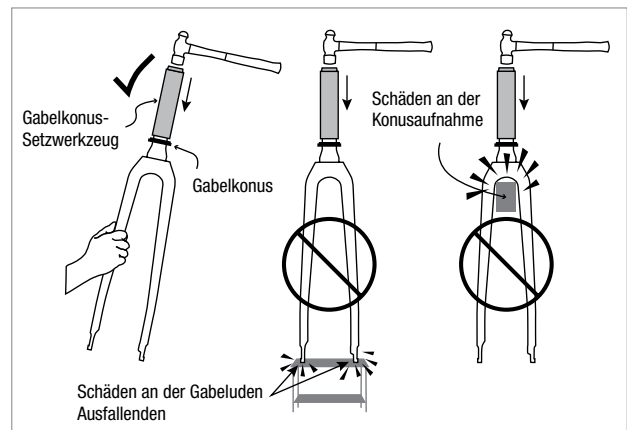
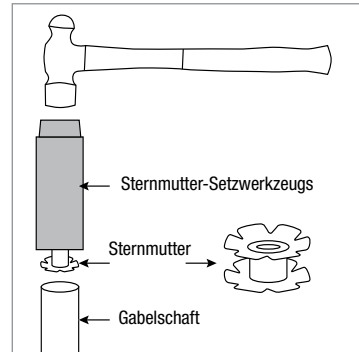

Abbildung 1
Abbildung 7
- ▲ WARNUNG:** Stellen Sie die Gabel nicht auf die Ausfallenden und halten Sie die Gabel nicht am Konussitz, wenn Sie den Konus installieren. Dadurch kann die Gabel beschädigt werden (Abb. 1).
- A. Halten Sie die Gabel mit eine Hand (Abb. 1) und installieren Sie mithilfe eines Sternmutter-Setwerkzeugs und eines Hammers eine neue Sternmutter (Abb. 7).